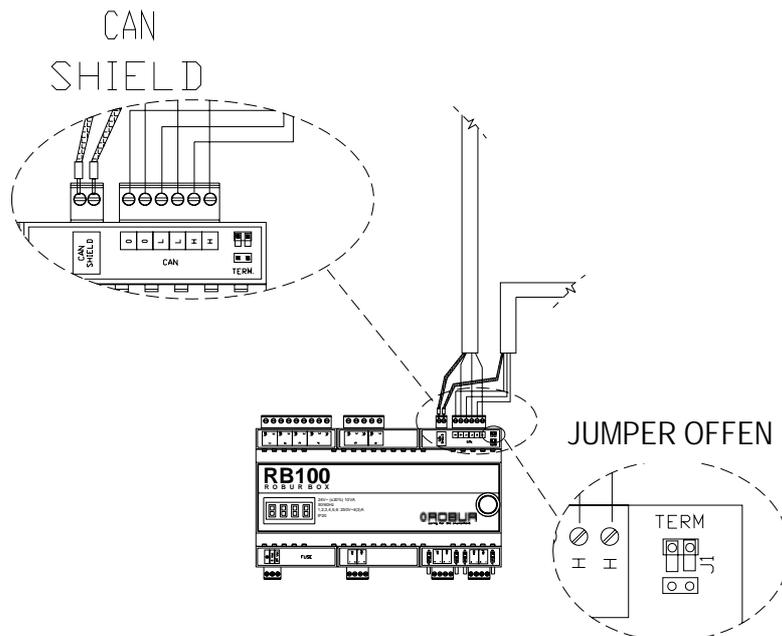

Abbildung 24 - Anschluss von 2 CAN BUS-Kabeln an RB100: Das Gerät IST EIN ZWISCHENKNOTEN.
7. **Nur bei Zwischenknoten:** Wiederholen Sie die Arbeitsgänge von Punkt 2 bis Punkt 5 für den anderen Abschnitt des CAN BUS-Kabels. Führen Sie auch Punkt 6 aus, beachten Sie aber Abbildung 24, Seite 41 zum Anschluss des Kabels an den Verbinder „CAN“.
- Handelt es sich beim Gerät um einen **Zwischenknoten** des Netzes (im in die Platine eingefügten Verbinder „CAN“ sind 6 Drähte vorhanden): Positionieren Sie die Jumper offen, wie in Abbildung 24 gezeigt: